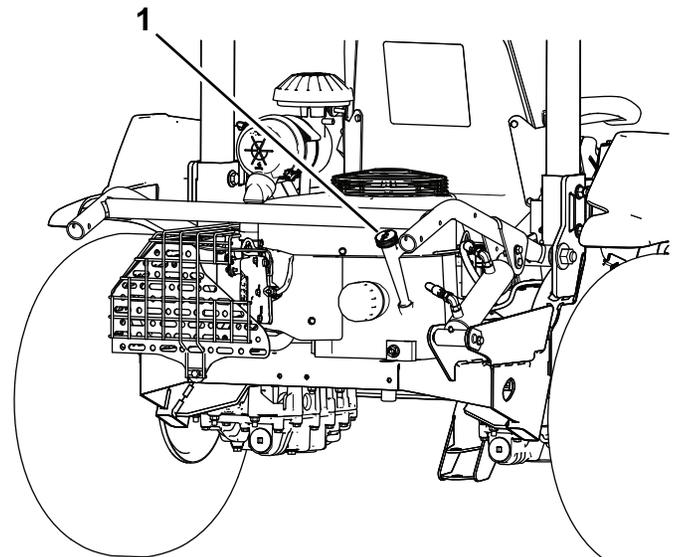

Figure 14
2. Sortez la jauge (Figure 14) et essuyez-la sur un chiffon propre (Figure 15).